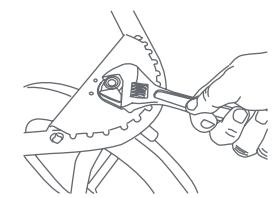
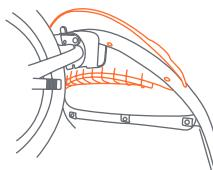

Fig. 23
Fig. 24a
- 23) • Invierta el paso (Fig. 24a). Quite el guardabarros para alcanzar la tuerca. Puede usar una llave inglesa estándar para ajustar la tuerca (Fig. 23).
- 24) • Alinee el guardabarros delantero y presiónelo en el armazón delantero (Fig. 24a).